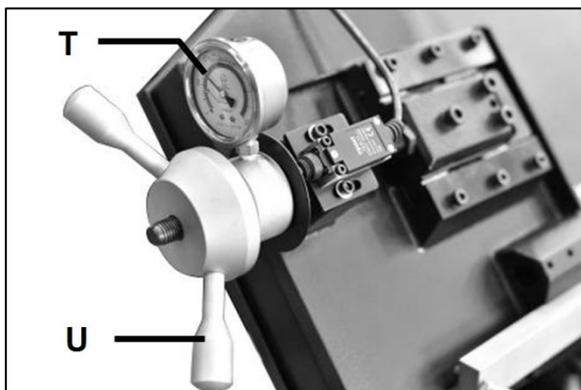

Figure 8-5 : Jauge de tension de la lame
La tension de la lame est indiquée sur la jauge de tension de la lame (T, Fig 8-5). Tournez le levier de tension (U) dans le sens horaire jusqu'à ce que la tension de lame correcte soit atteinte (couleur verte).